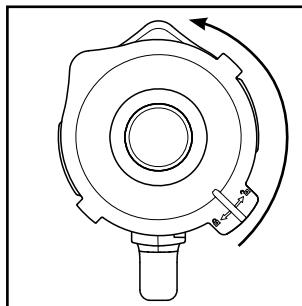

Fig. 1
- 1) Scoateți recipientul de amestecare ③ drept, în sus din blocul motor ⑥.
- 2) Îndepărtați capacul ② rotindu-l în sens antiorar, în poziția  (a se vedea fig. 1), până când îl puteți ridica.
- 3) Umpleți recipientul de amestecare ③ cel puțin până la reperul inferior al scalei ④ și cel mult până la marcajul MAX. Pentru rezultate optime vă recomandăm următoarele cantități maxime de umplere: